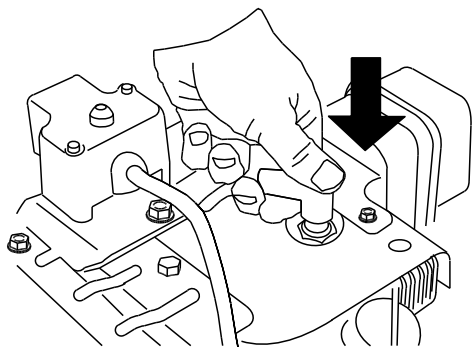

Bild 19
1. Schließen Sie den Zündkerzenstecker an (Bild 19).